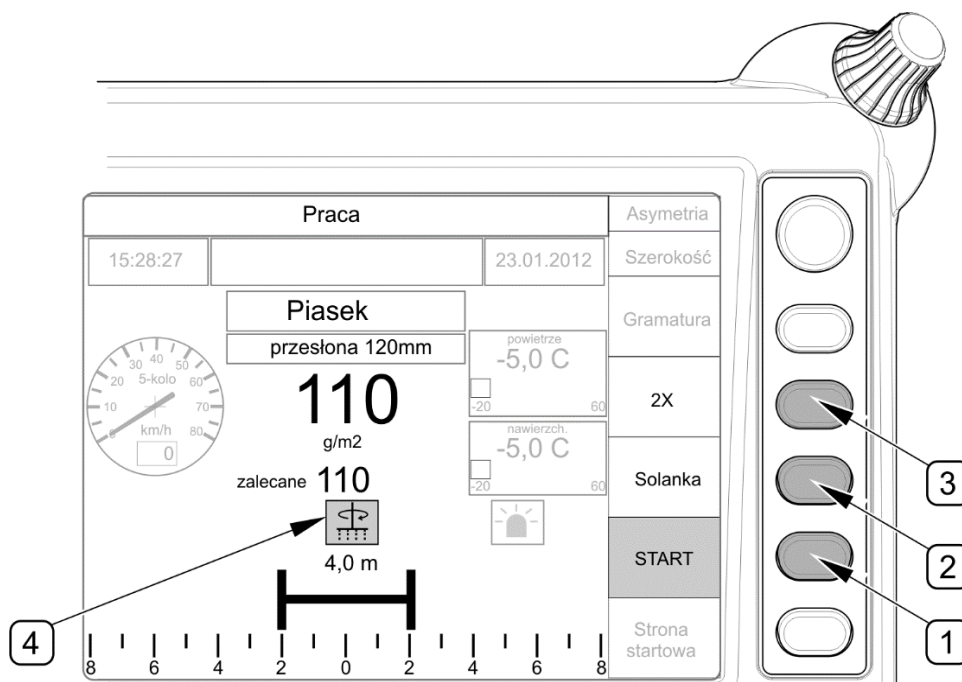

РИСУНОК 4.28 Запуск разбрасывания
(1) - кнопка включения разбрасывания; (2) - кнопка включения разбрызгивания соляного раствора; (3) - кнопка увеличения дозы в два раза; (4) - контрольная иконка включенного разбрасывания
Включить разбрасывание при помощи кнопки (1) на рабочей странице "Работа" пульта управления (РИСУНОК 4.28), при этом начнет подсвечиваться функция "Старт". Запуск привода разбрасывающего диска и ленточного транспортера сигнализируется при помощи контрольной иконки (4). Разбрызгивание соляного раствора включается и выключается кнопкой (2) "Соляной раствор". Для мгновенного двукратного увеличения дозы разбрасываемого материала служит кнопка (3), обозначенная символом "2X"